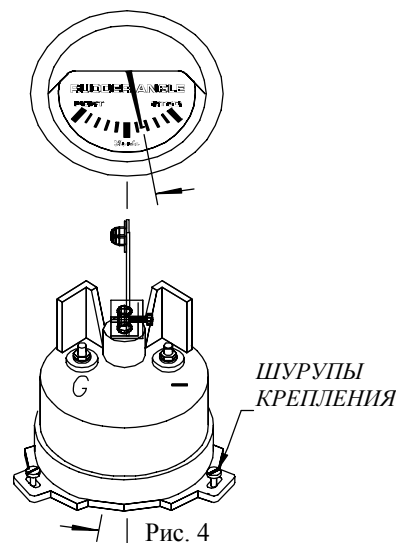

Рис. 4
4.) Последний этап монтажа – регулировка: следует отцентровать стрелку индикатора (см. рис.4). Для настройки может потребоваться совсем небольшая угловая регулировка. Следует убедиться, что перо руля при этом точно в среднем положении. Ослабив крепежные шурупы машинки, слегка вращайте машинку вправо-влево, чтобы стрелка-указатель была направлена точно вдоль миделя. Затянуть шурупы крепления машинки. Монтаж завершен.